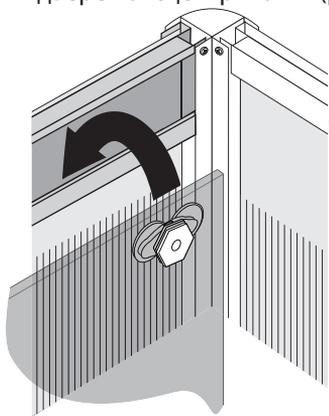

Рис. 56. Установка двери на верхнюю направляющую
- повесьте ее верхними роликами на нижнюю поверхность паза верхней направляющей (рисунок 56);